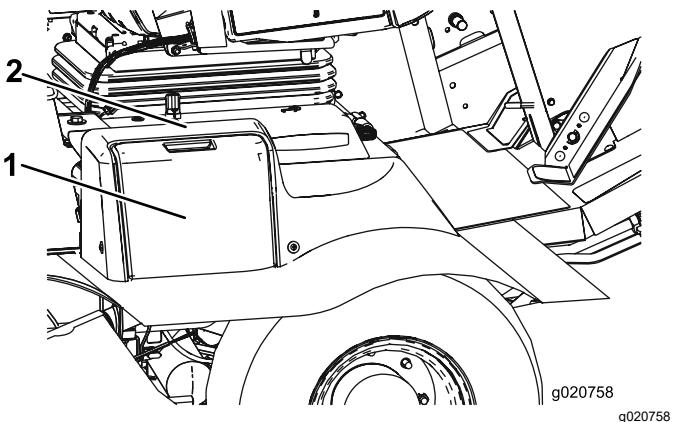

Figura 97
- Abra la tapa de la batería, situada en el lado de la cubierta (Figura 97).
Nota: Presione hacia abajo sobre la superficie plana situada encima de la tapa de la batería para facilitar la apertura de la tapa (Figura 97).